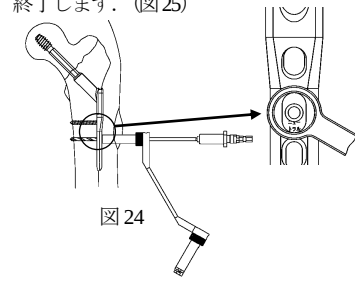

図 24
- ** 19) 2 穴目以降、3.8 ドリルポジショナのニュートラル側をプレートのスクリューに合わせ、プレート 1 穴目と同様の手順で穴あけ、深さ計測を行い、コーティカルスクリューを挿入します。骨幹部の骨折線へ圧迫をかける場合は、3.8 ドリルポジショナの DCP 側を使用します。(図 24)